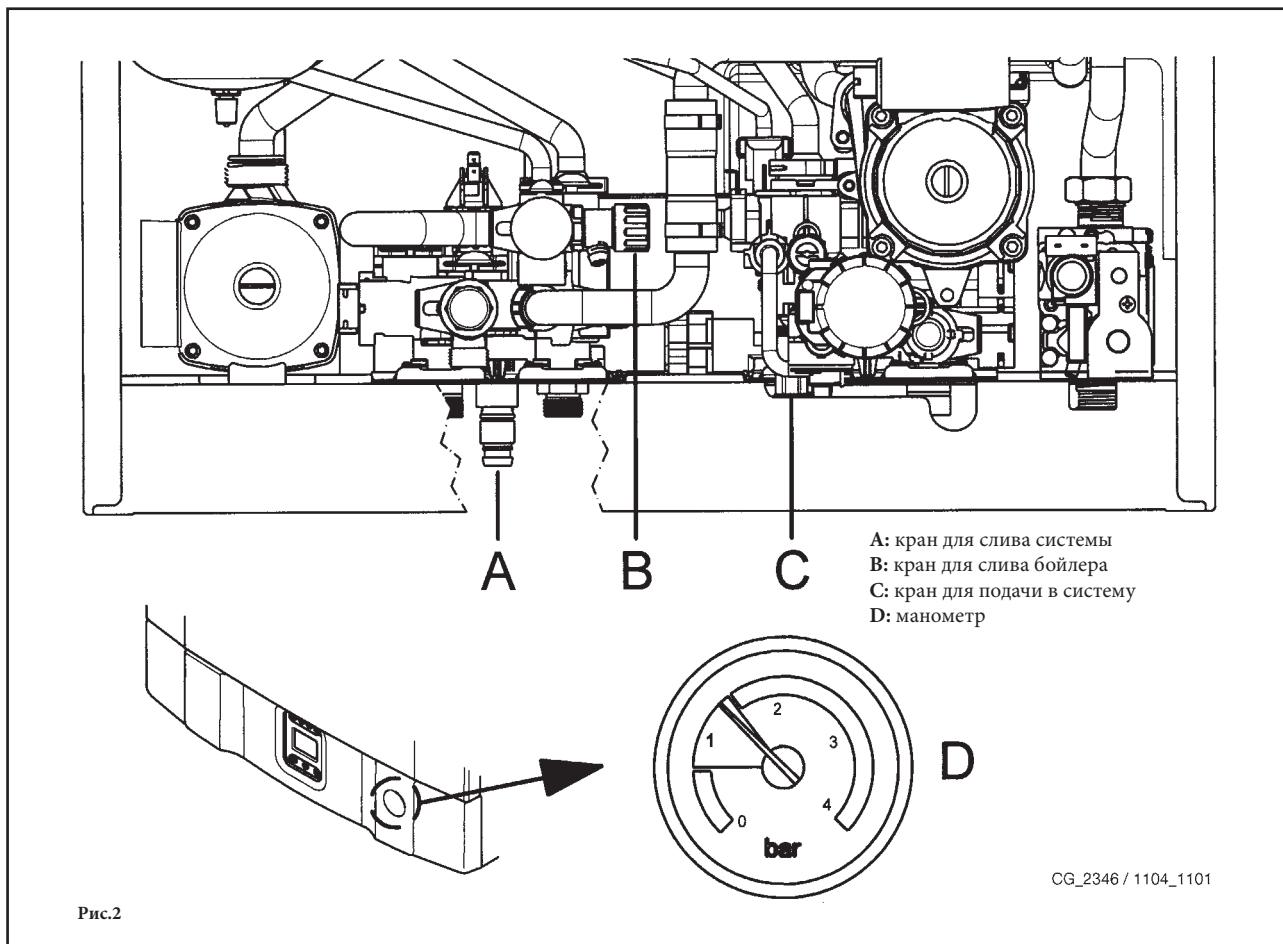

Рис.2
**ВАЖНО:** Регулярно проверяйте по манометру, чтобы давление находилось в пределах от 0,7 до 1,5 бар при холодной системе отопления. При превышении давления откройте сливной клапан. Если давление ниже нормы, откройте кран заполнения (рис.2). Советуем открывать кран очень медленно для облегчения стравливания воздуха.
Для перезапуска котла используйте переключатель режимов (Рис.2) на 2 сек в положение «R». При повторных срабатываниях данного устройства обратитесь в обслуживающую организацию.